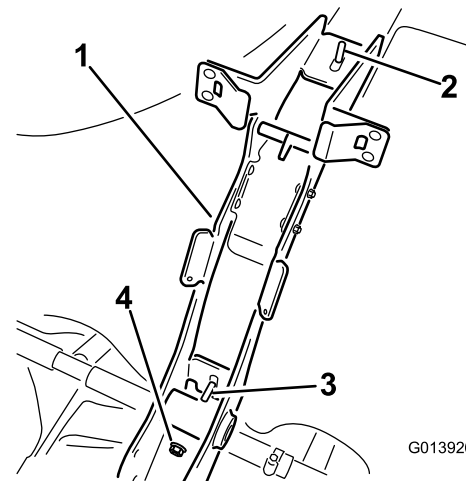

Figura 4
7. Fissate il telaio di supporto principale sulla fascetta del serbatoio (Figura 4) con 2 dadi di bloccaggio flangiati (3/8 poll.).